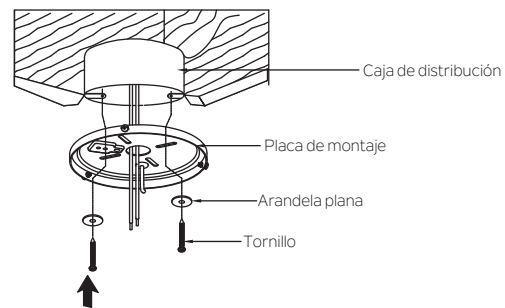

Fig. 5
Paso 1. Antes de acoplar el ventilador con la caja de distribución eléctrica (no incluida), asegúrese de que la caja esté bien ajustada a por lo menos dos puntos de un elemento estructural del techo (una caja suelta podría provocar el tambaleo del ventilador). Pase los cables de alimentación de 120 voltios desde la caja de distribución eléctrica a través del centro de la placa de montaje de techo. Instale la placa de montaje con la caja de distribución eléctrica en el techo utilizando los tornillos y las arandelas que se incluyen con la caja de distribución o los tornillos y arandelas de la bolsa de piezas metálicas. (Fig. 5)